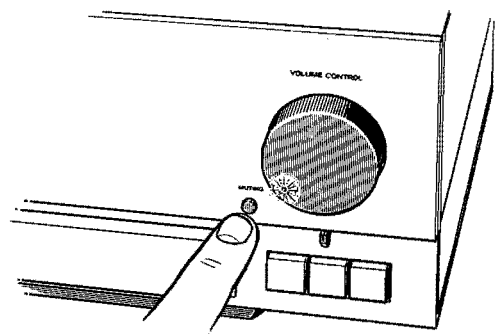

図11 ミューティング操作
1. スピーカー保護のためレコードをかけたときやカートリッジをとりかえるときは、MUTINGスイッチをONにしてください。(図11)